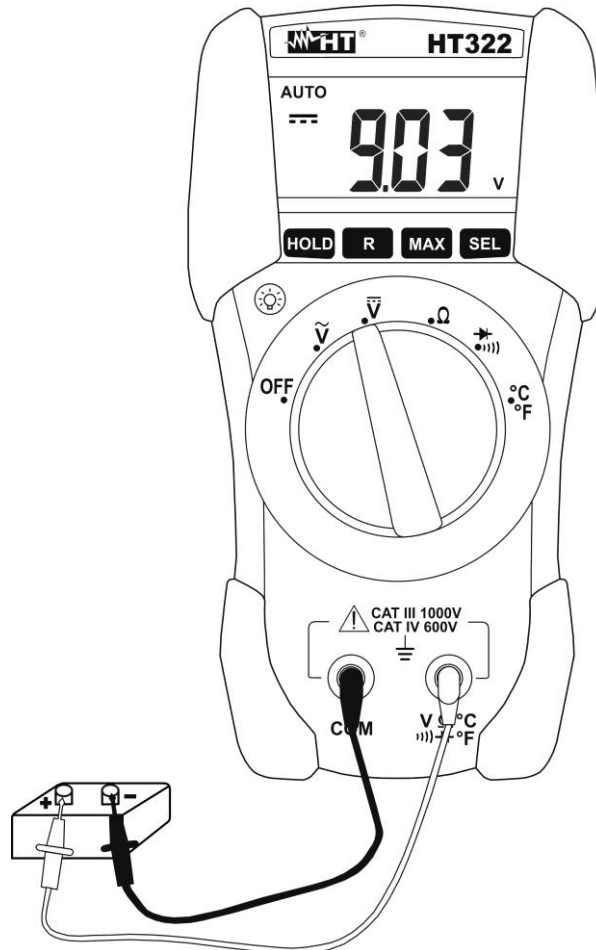

Fig. 2: Uso do instrumento para medir Tensões CC
4. Colocar a ponteira vermelha e a ponteira preta respetivamente nos pontos com potencial positivo e negativo do circuito em exame (ver Fig. 2). O valor da tensão é apresentado no display.
6. A visualização do símbolo "-" no display do instrumento indica que a tensão tem um sentido oposto em relação à conexão da Fig. 2.